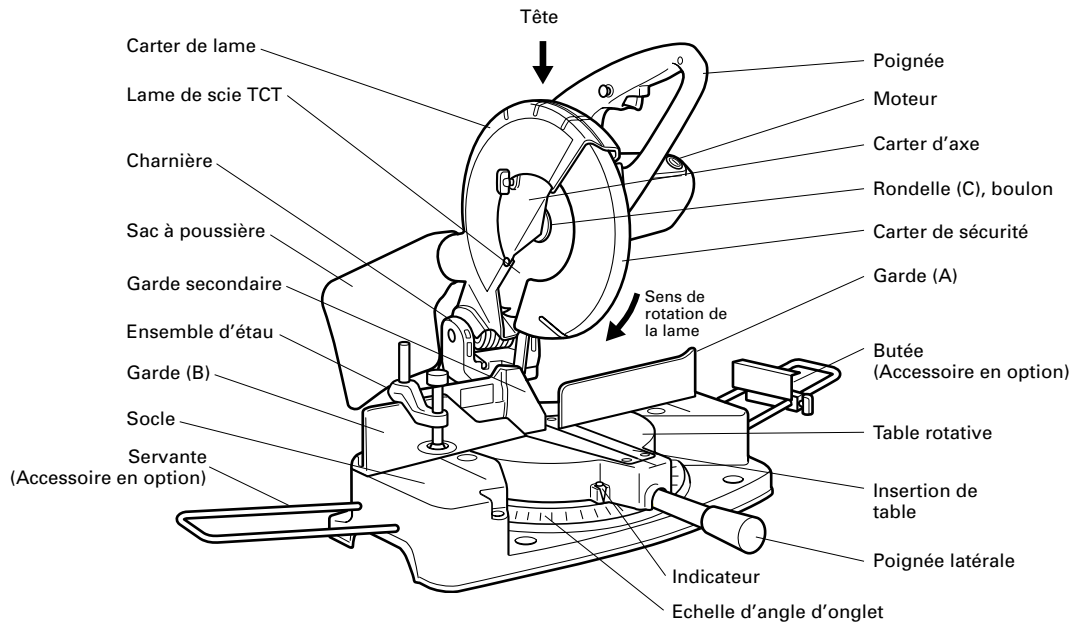

Fig. 1
Quand l'outil électrique quitte nos usines, ses pièces principales sont fixées à l'aide d'une goupille de verrouillage. Déplacer légèrement la poignée (voir Fig. 1) de façon à dégager la goupille de verrouillage.
**REMARQUE:** La goupille de verrouillage se dégagera plus facilement et plus sûrement si l'on abaisse légèrement la poignée (voir Fig. 1).
Fixer le sac à poussière, la servante et les étaux comme indiqué à la Fig. 1.
Cet outil électrique est équipé d'une garde secondaire. (Voir Fig. 1.) Pour effectuer une coupe à angle directe ou une coupe à angle, utiliser la garde secondaire. Il sera alors possible d'effectuer une coupe stable de la pièce avec une face arrière large.